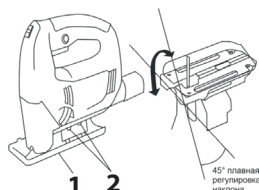

рис.3
Опорную подошву (рис.3 поз.1) можно настроить для наклонного реза до 45° в левую или правую сторону.
3. Затяните винты крепления подошвы (рис.3 поз.2) шестигранным ключом.